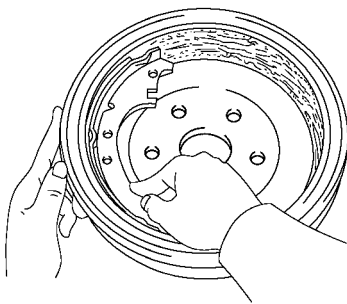

图 15-102 检查制动衬片和鼓的接触是否正常
(6) 检查制动衬片和鼓的接触是否正常。按需要，更换制动蹄或更换制动鼓，如图 15-102 所示。
(7) 如有必要，应更换制动蹄。